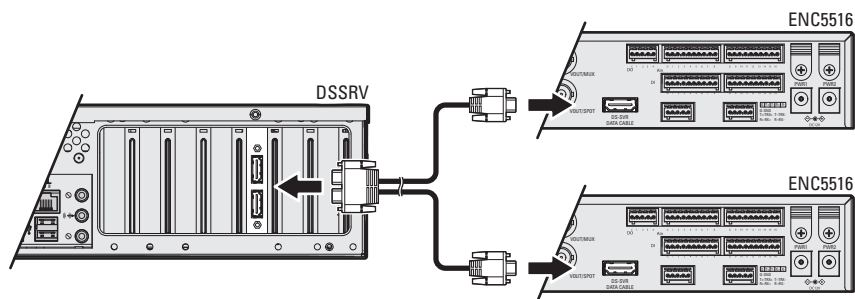

Рис. 13. Соединение устройств DSSRV и кодеров
2. Подключите двоярный разъем на одном конце кабеля передачи данных DSSRV (не прилагается) к первичной карте захвата изображений в сетевом видеозаписывающем устройстве DS NVR (см. рис. 13).
ПРИМЕЧАНИЕ. См. рис. 13, на котором показано надлежащее соединение. Убедитесь в том, что шнуры, соединяющие двоярный разъем с каждым индивидуальным разъемом, не перепутаны.
ПРИМЕЧАНИЕ. На рис. 13 на стр. 14 показано надлежащее подключение к первичной карте захвата изображений. Такая же конфигурация используется и для подключения ко вторичной карте захвата изображений. Убедитесь в том, что шнуры, соединяющие сдвоенный разъем на первичной и вторичной картах захвата изображений с каждым индивидуальным разъемом, не перепутаны.